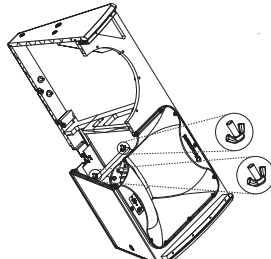

Fig. 3
4. Passez la main par la cavité du haut-parleur de basse et desserrez les deux écrous à oreilles fixant le support de retenue du haut-parleur de compression (fig 3).
10. Resserrez les écrous à oreilles sur le support de retenue du moteur de compression (fig 3).